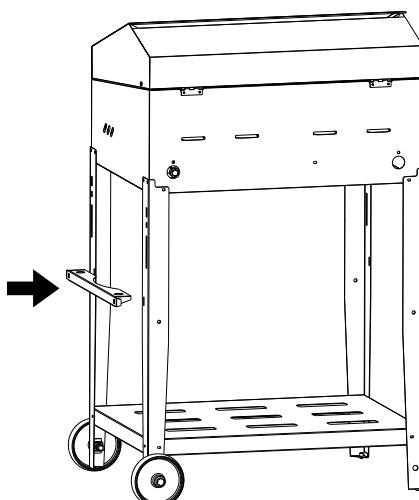

Fig.3
- 2 Tome el contenedor de garrafa y pliegue las pestañas laterales, como se muestra en el **DETALLE A**. Luego inserte el contenedor a través de los orificios ubicados en las patas laterales (**Fig. 3**). Por último, atornille los tensores en las patas traseras y en la parte posterior de la parrilla (**Fig. 4**).